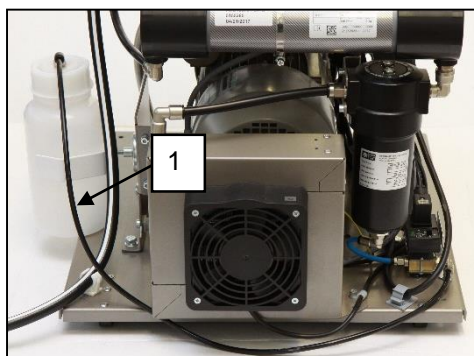

Rys. 7
13.2. Podłączenie miernika ciśnienia w obudowie do sprężarki (rys. 7)